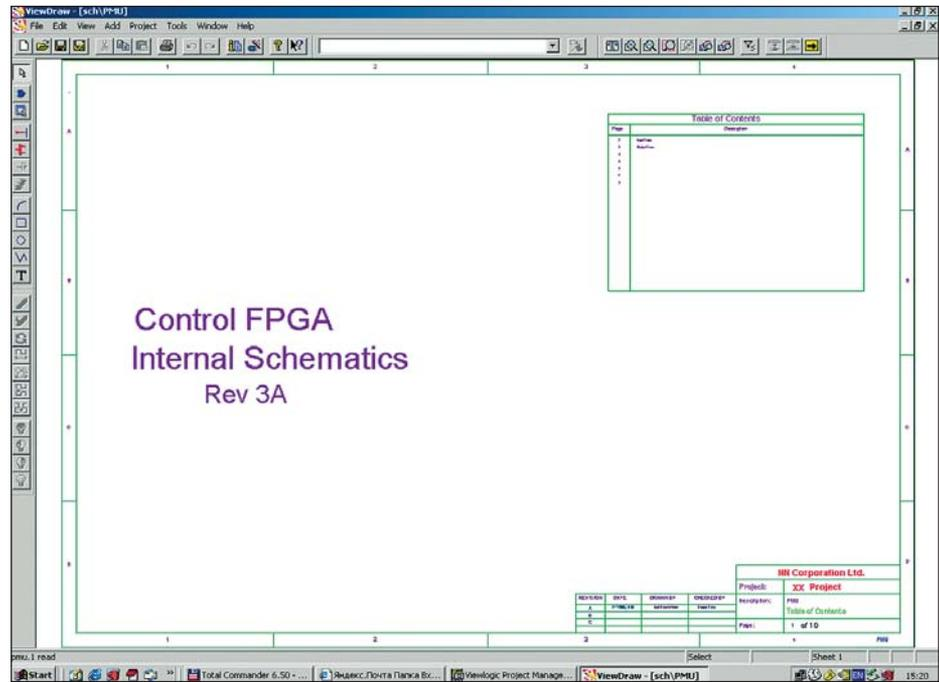

Рис. 6. Заглавная страница с названием проекта, сгенерированная программой
9.1. Заглавная страница с названием проекта (рис. 6).